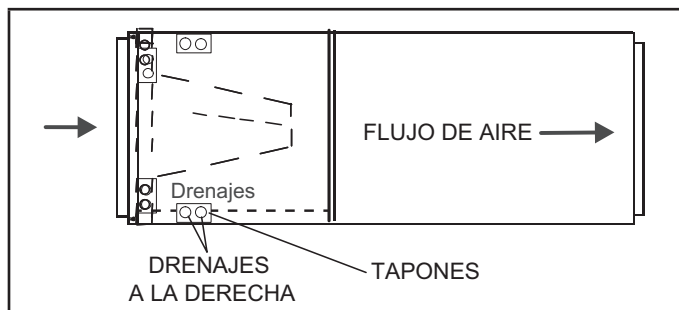

FIGURA 4. Configuración de descarga a la derecha
- 4 - La configuración horizontal se muestra en la FIGURA 4.